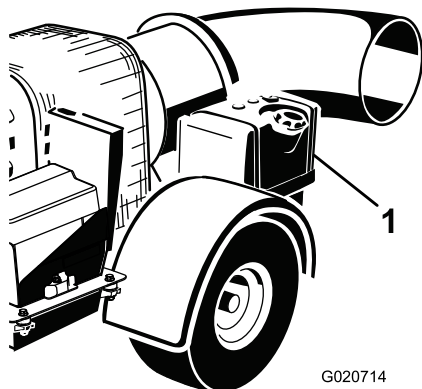

Figura 13
2. Limpie la zona alrededor del tapón del depósito de combustible y retire el tapón (Figura 13).